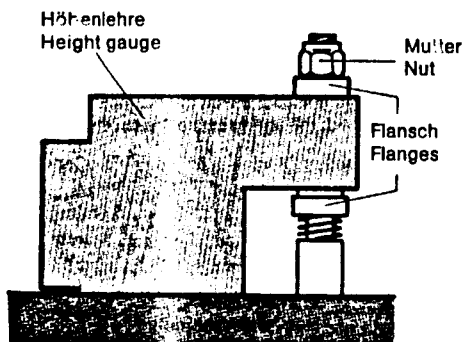

Fig. 4.17 Führungsbolzen-Höhe einstellen
1. Höhenlehre auf Chassisplatte aufsetzen und Höhe prüfen (Fig. 4.17).
1. Set the height gauge on to the chassis plate and check the height (Fig. 4.17).